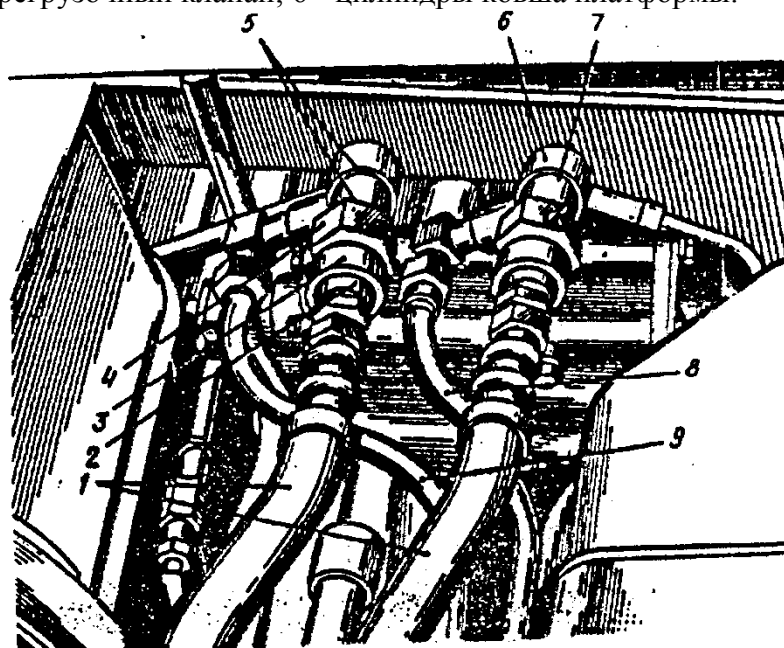

Рис. 24. Присоединение трубопровода в кабине тракторов типа МТЗ:
- 1) отсоединить в кабине трактора РВД 1 (рис. 24) гидроцилиндра задней навесной системы, открутив накидные гайки 3 полумуфт 2;
- 5) присоединить к угольникам накидные трубопроводы 8 и 9 (см. рис. 24) и закрепить их задние концы;